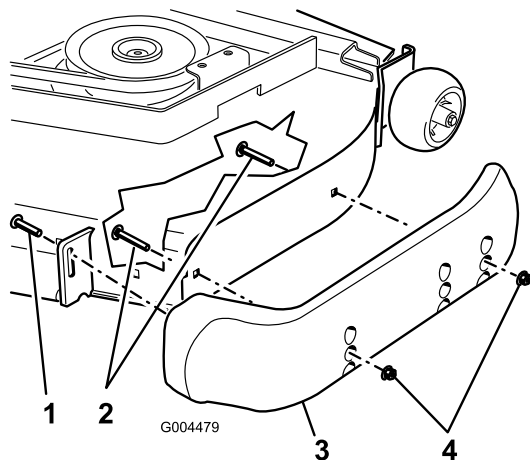

図 44
3. 各スキッドの前部についているねじガーディアンデッキはスキッド2枚、側方排出デッキはスキッド1枚を 図 44 のようにゆるめる。